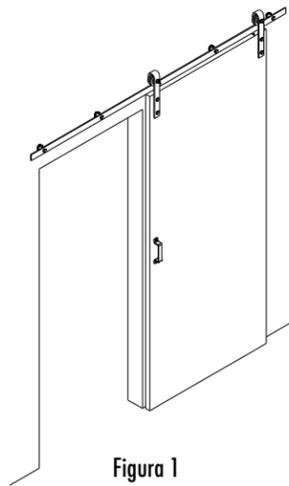

Figura 1
Paso 1) Si tu puerta cierra hacia la izquierda, usa esta hoja (ver Figura 1). Si tu puerta cierra hacia la derecha, usa la hoja titulada "La puerta cierra hacia la derecha". Sigue la hoja principal de instrucciones incluida para instalar correctamente el riel en la pared antes de instalar los brazos del gatillo en la parte superior de la puerta.